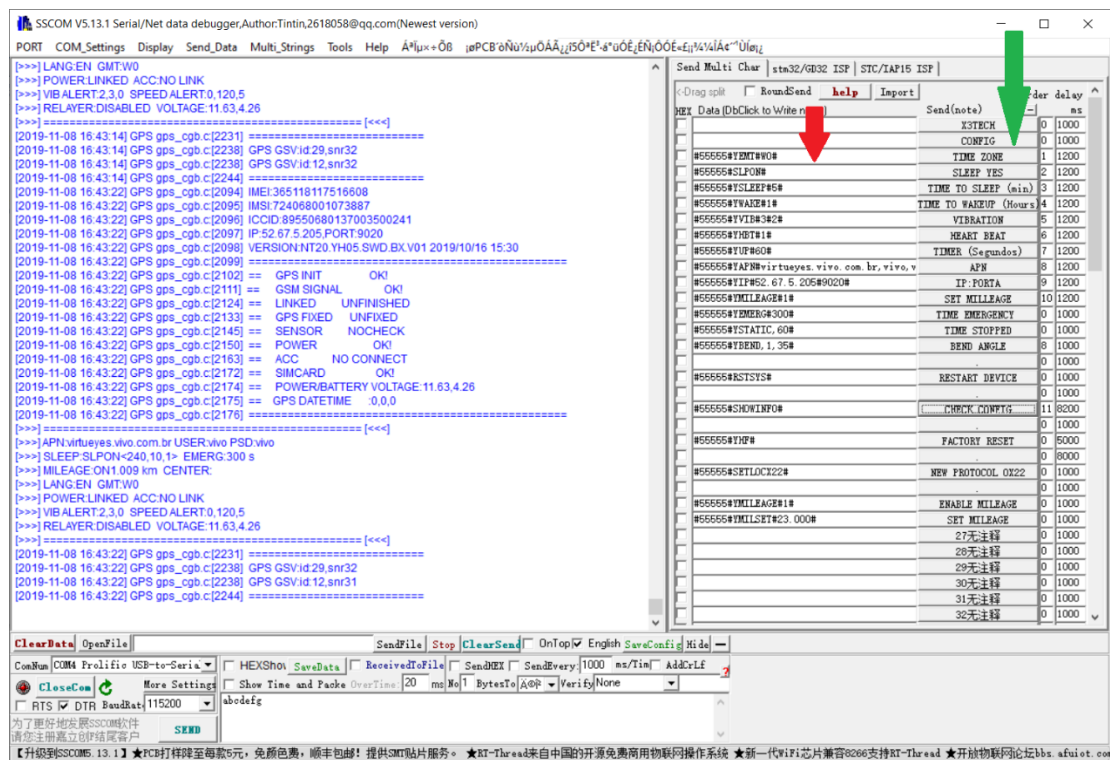

Figura 11 – Edit parameters and send to tracker
Passo 3: Selecione os parâmetros de configuração nas linhas seta vermelha e envie a configuração individualmente clicando nos ícones da seta verde, indicadas na figura 11.